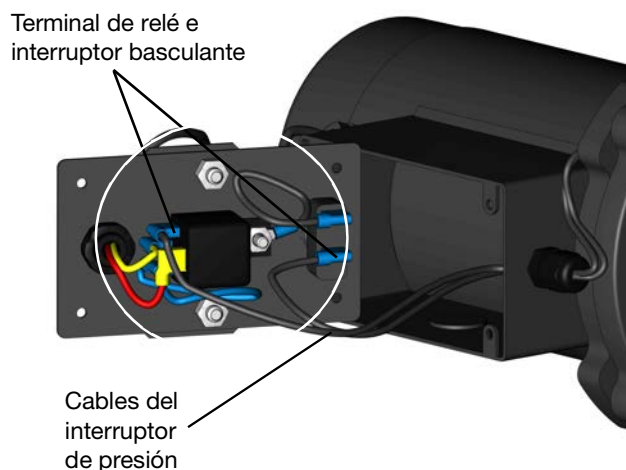

FIG. 12
6. Con cuidado tire hacia arriba de la cubierta para sacarla de la caja de terminales (FIG. 12).
8. Retire los cables del interruptor de presión del terminal de relé y de interruptor basculante (FIG. 12).